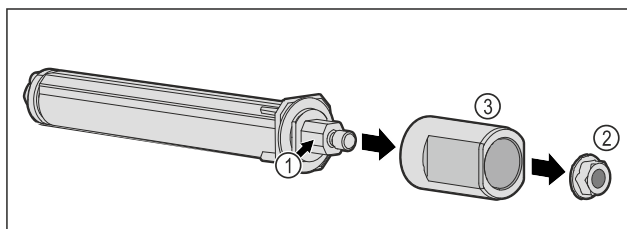

Fig. 54
▶ Ne rastavljajte sustav zatvaranja vrata Fig. 54 (1).
- ▶ Demontirajte maticu Fig. 54 (2).
- ▶ Skinite čahuru Fig. 54 (3).